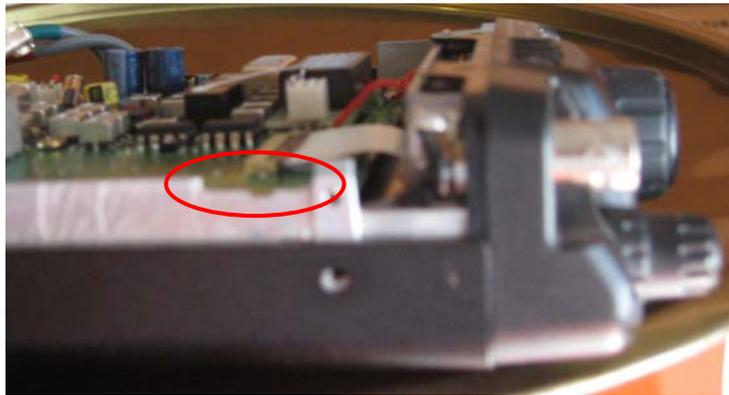

**Abb. 3**
5. Kabel der Mischerplatine gemäß folgender Skizze (Abb. 3) anschließen: